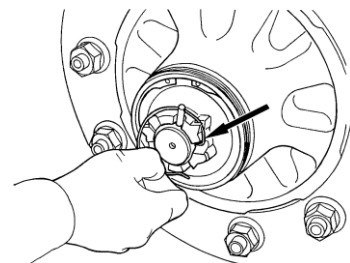

図3
- ④ ピンを差し込み、ロッキングリングをアクスルナットの溝に確実にはめ込む。図3